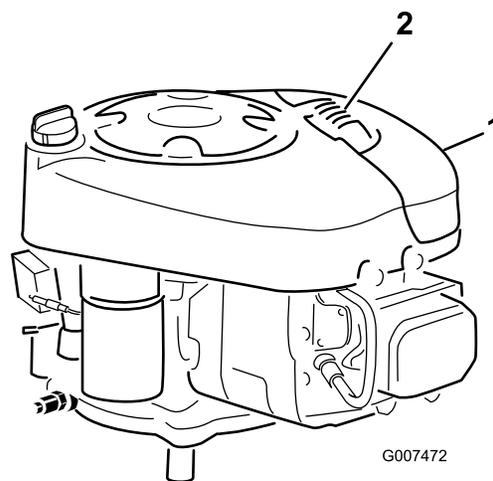

Figure 23
2. Nettoyez la surface autour du filtre à air pour éviter que des impuretés n'endommagent le moteur en tombant à l'intérieur (Figure 23).
3. Tirez la poignée du couvercle du filtre à air et tournez-la vers le moteur (Figure 23).